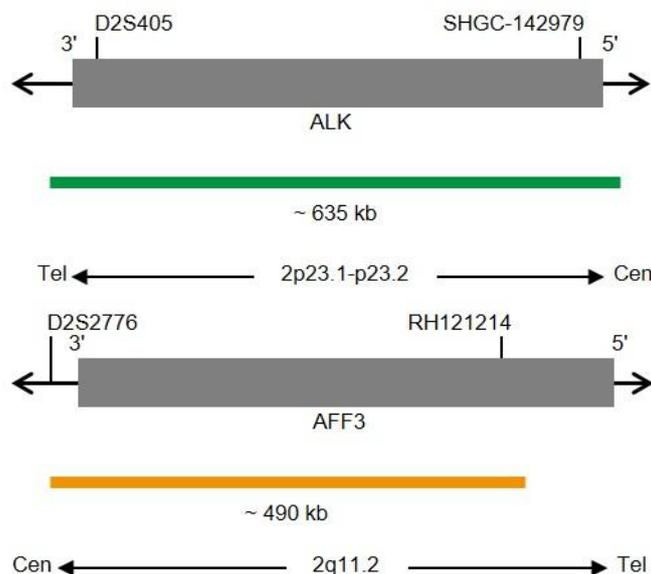

Fig. 1: Carte de la sonde SPEC ALK, Carte de la sonde SPEC 2q11 (pas à l'échelle)
- Polynucléotides marqués au ZyGreen (excitation 503 nm/émission 528 nm) (~10.0 ng/μl), qui ciblent une séquence de 2p23.1-p23.2* (chr2:29,460,144-30,095,822) hébergeant la région génétique ALK (voir figure 1).
- Polynucléotides marqués au ZyOrange (excitation 547 nm/émission 572 nm) (~4.5 ng/μl), qui ciblent une séquence de 2q11.2* (chr2:100,132,806-100,621,725) (voir figure 1).